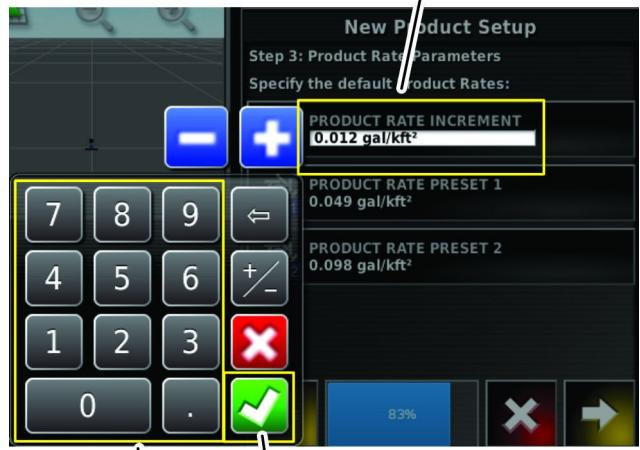

Bild 33
- A. Geben Sie die Erhöhungsdosierung für die zwei voreingestellten Dosierungen mit der numerischen Bildschirmtastatur ein (Bild 33).
- B. Tippen Sie auf das Bestätigen-Symbol (Bild 33).
- A. Geben Sie die voreingestellte Dosierung mit der numerischen Bildschirmtastatur ein (Bild 33).